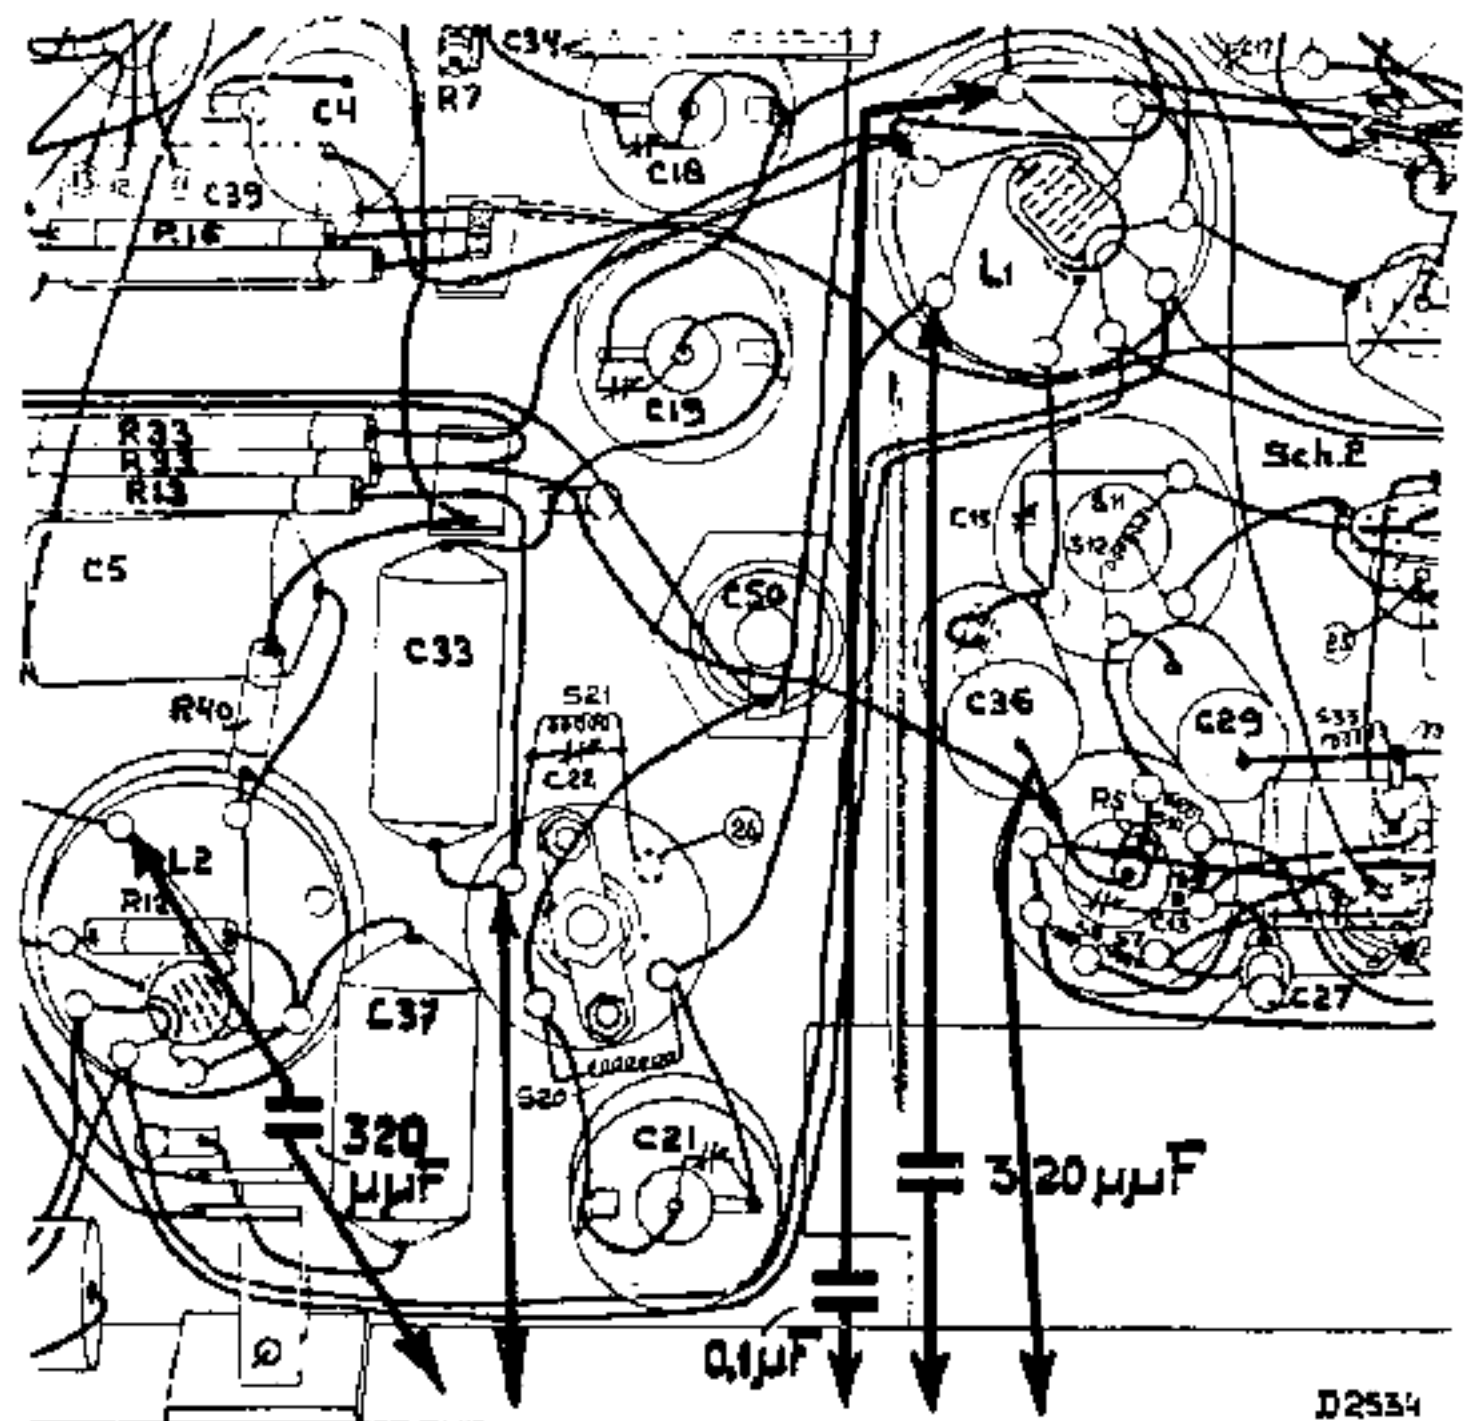

Fig. 2
4. A.S.R. buiten werking stellen door C33 en C36 kort te sluiten (zie fig. 2).
7. 3e kring verstemen met cond. 320  $\mu\mu\text{F}$  tussen anode L2 en chassis (zie fig. 2).
12. Verstemmingscondensator wegnemen en 1e kring verstemen met cond. 320  $\mu\mu\text{F}$  tussen anode L1 en chassis (zie fig. 2).
9. Eerste rooster van L1 aarden met condensator van 0,1  $\mu\text{F}$  (zie fig. 2).
4. Eerste rooster van L1 aarden met condensator van 0,1  $\mu$ F (zie fig. 2).